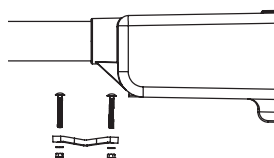

Figure 5
- Pour le montage de la **fente en T**, assurez-vous qu'un boulon à fente en T se trouve de chaque côté de la barre transversale. À l'aide du **pied à fente en T non fileté**, placez-le sous la barre transversale et insérez les **deux boulons à fente en T** dans les trous correspondants dans le pied. En utilisant une **clé ½ po (13 mm)**, vissez les **écrous à fente en T** pour fixer l'unité à la traverse comme indiqué à la **figure 5**
7. Pour le montage de la **fente en T**, assurez-vous qu'un boulon à fente en T se trouve de chaque côté de la barre transversale. À l'aide du **pied à fente en T non fileté**, placez-le sous la barre transversale et insérez les **deux boulons à fente en T** dans les trous correspondants dans le pied. En utilisant une **clé de ½ po** (13 mm), vissez les **écrous à fente en T** pour fixer l'unité à la traverse, comme indiqué à la **Figure 5**.